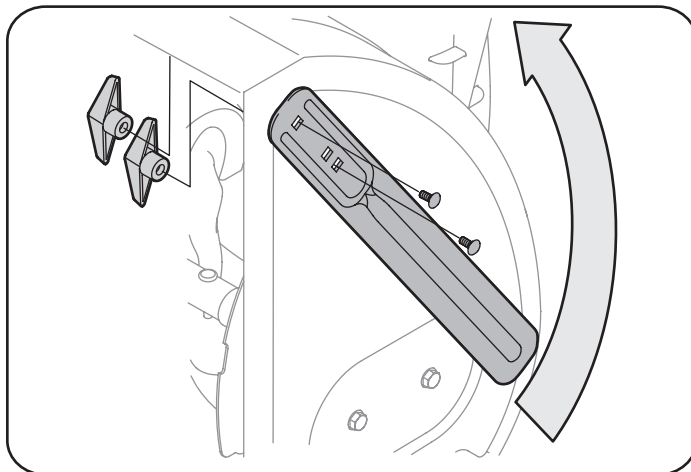

Figura 43
2. Gire los cortadores de desplazamiento de nieve y posícionelos según se muestra en la Figura 43 hacia el exterior de la caja de la barrena.